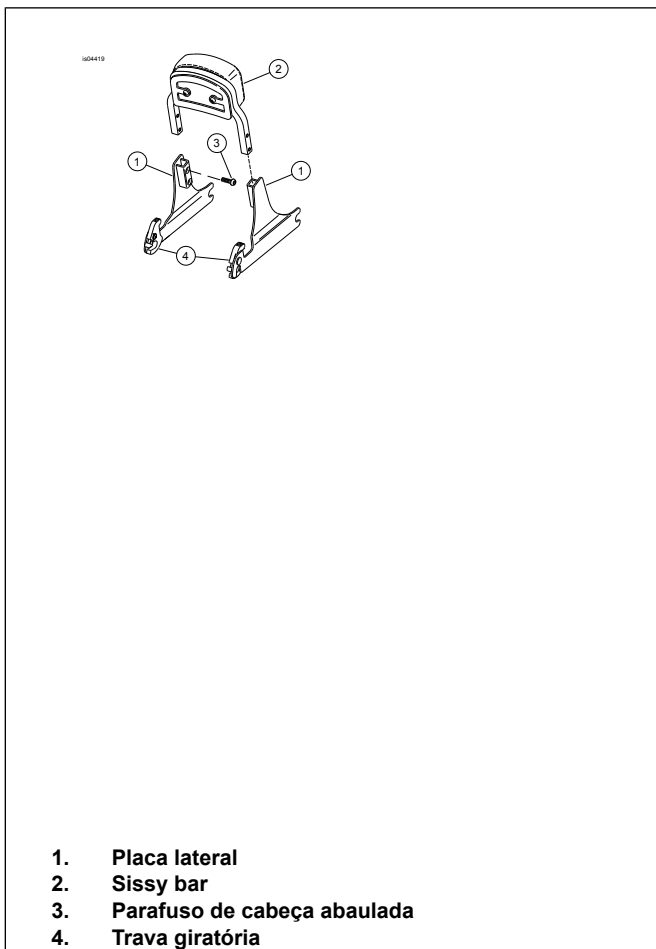

Figura 1. Conjunto da placa lateral da sissy bar removível
1. Veja Figura 1. Instale a sissy bar (2), nova ou atual, nas placas laterais removíveis (1) usando quatro parafusos de cabeça abaulada (3) deste kit. Aplique Loctite 243 (azul) nas rosca do parafuso antes da instalação. Aperte os parafusos com torque de 11–14 N·m (96–120 in-lbs).